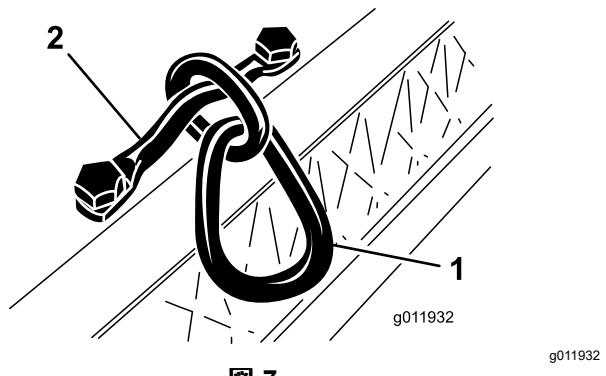

図 7
- キャップスクリュを 34-40 N·m 3.7-4.6 kg.m = 25-30 ft-lb にトルク締めする **図 7**。